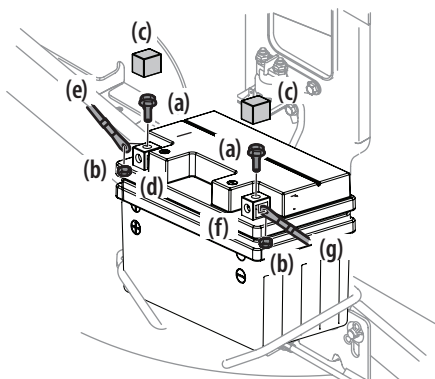

Figura 17
1. Extraiga los pernos hexagonales (a) y las tuercas (b) instalados de fábrica en el extremo del arnés de cables. Guarde los herrajes para uso posterior. Consulte la Figura 17.
2. Retire la cubierta plástica (c), si está presente, del borne positivo de la batería (d) y una el cable rojo (e) al borne positivo de la batería (b) utilizando uno de los pernos hexagonales (a) y las tuercas (b) que se extrajeron en el paso 1. Use un destornillador Philips. Consulte la Figura 17.
3. Retire la cubierta plástica (c), si está presente, del borne negativo de la batería (f) y una el cable negro (g) al borne negativo de la batería (f) utilizando el perno hexagonal restante (a) y la tuerca (b). Consulte la Figura 17.